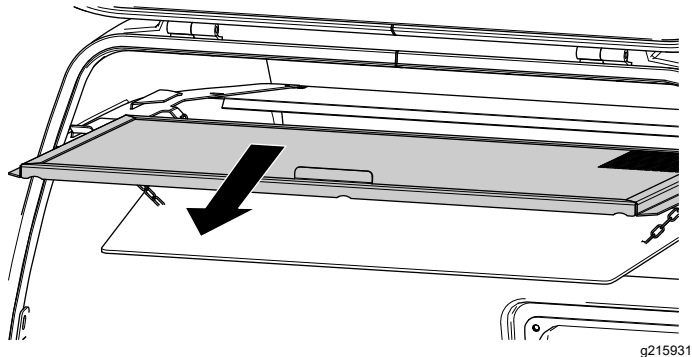

Figura 112
3. Rimuovete la griglia della tramoggia e pulitela (Figura 112).